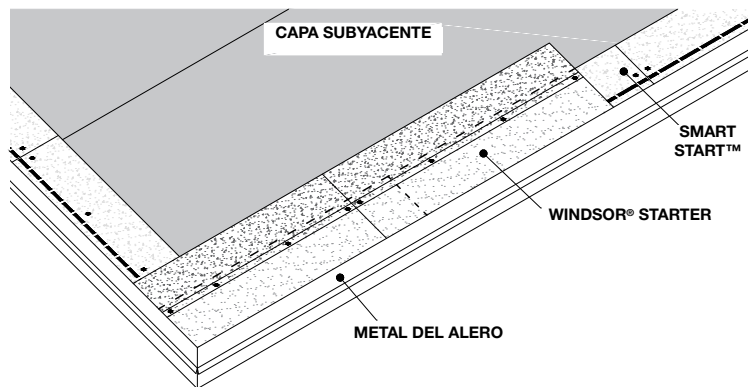

Figura 5. Aplicación de las tejas Windsor® Starter sobre Smart Start™ en el borde del alero del techo
Sujete con cuatro (4) clavos entre las líneas de pintura, aproximadamente a 1" (25 mm) de cada lado de la teja inicial y los dos (2) restantes espaciados uniformemente en la misma línea. Continúe por el techo, apoyando las tejas flojamente entre sí para evitar el alabeo y sujetándolas en su sitio (vea la Figura 5).